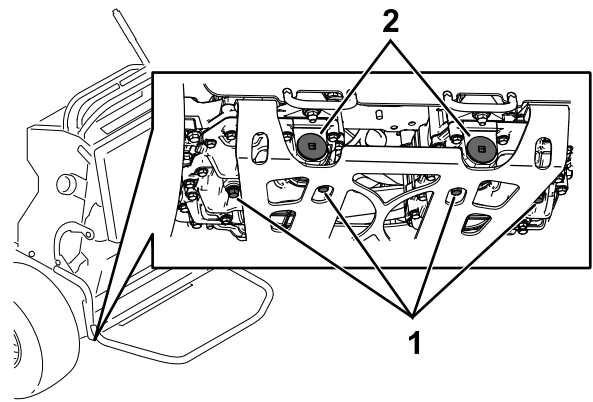

図 76
5. 左右のトランスミッションそれぞれの底部にあるドレンプラグの下にオイルを受ける容器を置く 図 76。